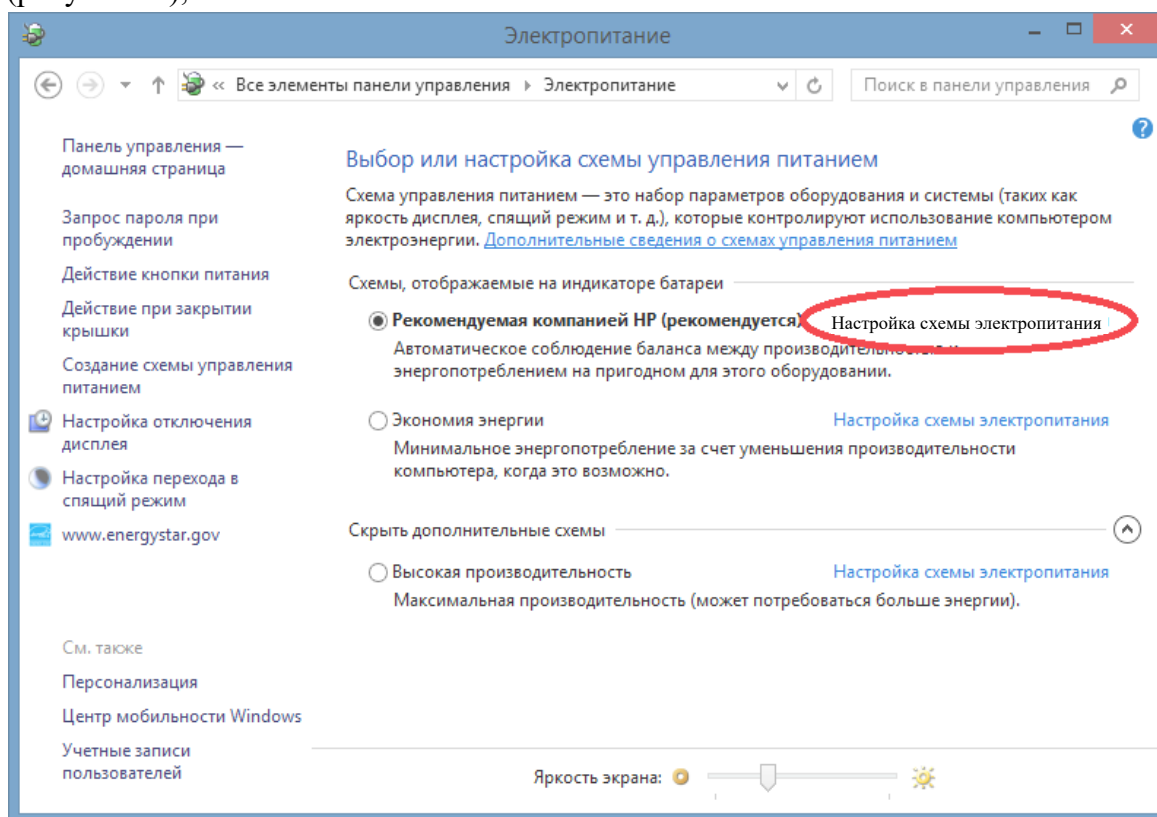

Рисунок 11
- 2) в окне «Электропитание» нажать ссылку «Настройка схемы электропитания» для каждой схемы (рисунок 11);